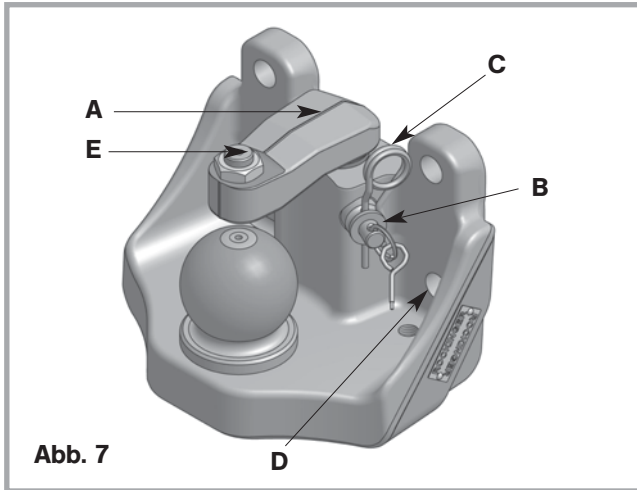

Abb. 7
- Sicherungsbolzen entfernen (**B**) (s. Abb. 7).
- Federstecker (**C**) entfernen (s. Abb. 7).
- Sicherungsbolzen (**B**) entfernen (s. Abb. 7).
Die Kugelkupplung kann wahlweise mit zwei Bohrungen M16 (**D**) (s. Abb. 7) versehen sein. Diese sind zur Befestigung eines ROCKINGER-Adapters für die Ansteuerung einer anhängerseitigen Zwangslenkung vorgesehen (z.B. RO★70L053, RO★70L054, RO★74L026).